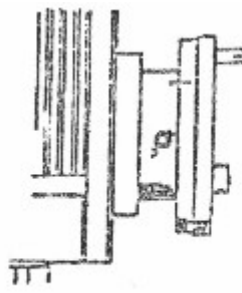

fig 2
2. Coloque a bandeja de cavacos nos suportes à direita e à esquerda. Faça com que os 6 furos alinhem-se com os do suporte do barramento, com o barramento e as partes superiores. Aperte os parafusos 5-M12. Abra a cobertura esquerda do suporte maior, conecte o barramento com um parafuso sextavado M16x45 por dentro do suporte usando o furo do barramento, e aperte. Veja a Fig. 2. Certifique-se de passar o fio branco através do furo grande da bandeja com chapa grande de suporte do barramento. Fixe a Parte 8 (interruptor de curso).